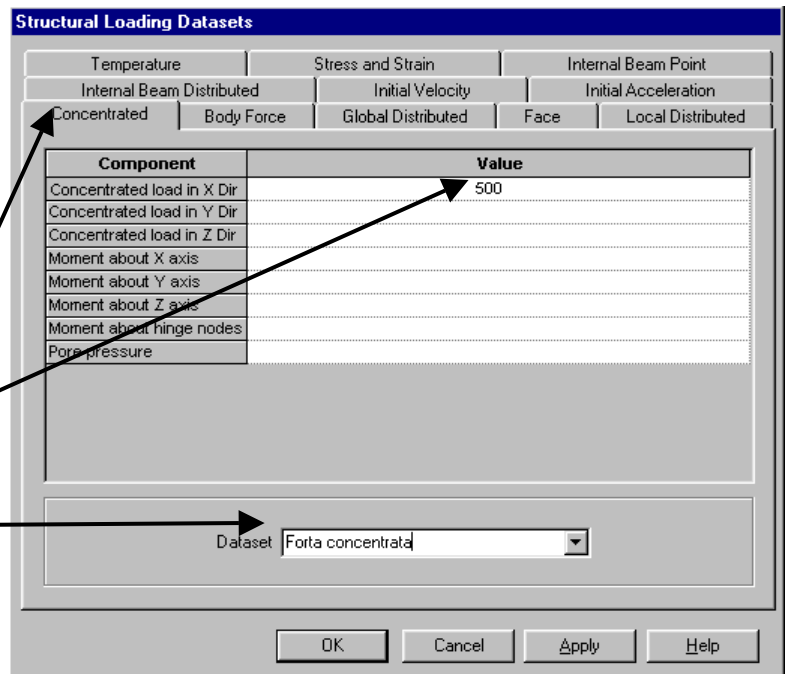

Fig. 40
- în caseta de dialog se alege încărcarea de tip forță concentrată (**Concentrated**) (fig. 40)